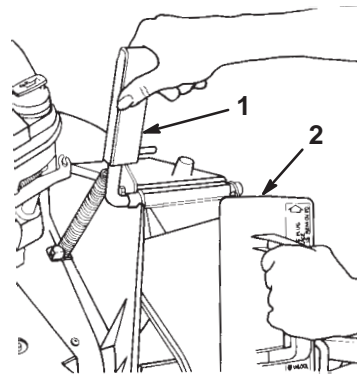

Bild 4
1. Öffnen Sie die Auswurfkanalklappe am Griff durch Vorwärtsziehen und nach hinten Ziehen (Bild 4). Halten Sie den Griff der Auswurfkanalklappe, damit sie nicht unter Federdruck zurückspringen kann, während Sie die Abdeckung einsetzen.
2. Drehen Sie, da die Abdeckung etwas breiter als die Öffnung des Auswurfkanals ist, diese beim Einführen leicht im Uhrzeigersinn (Bild 4).